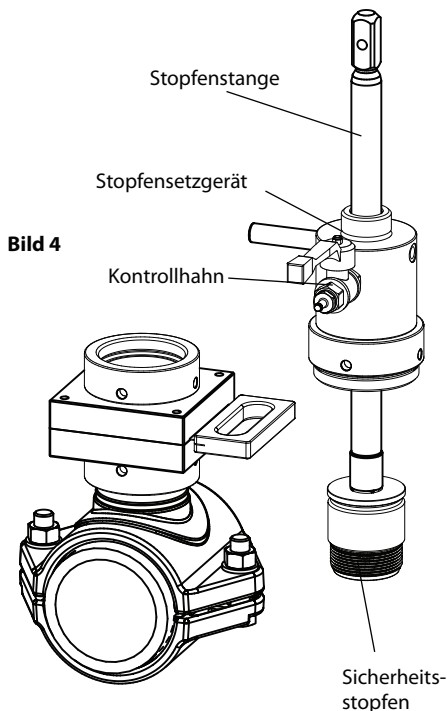
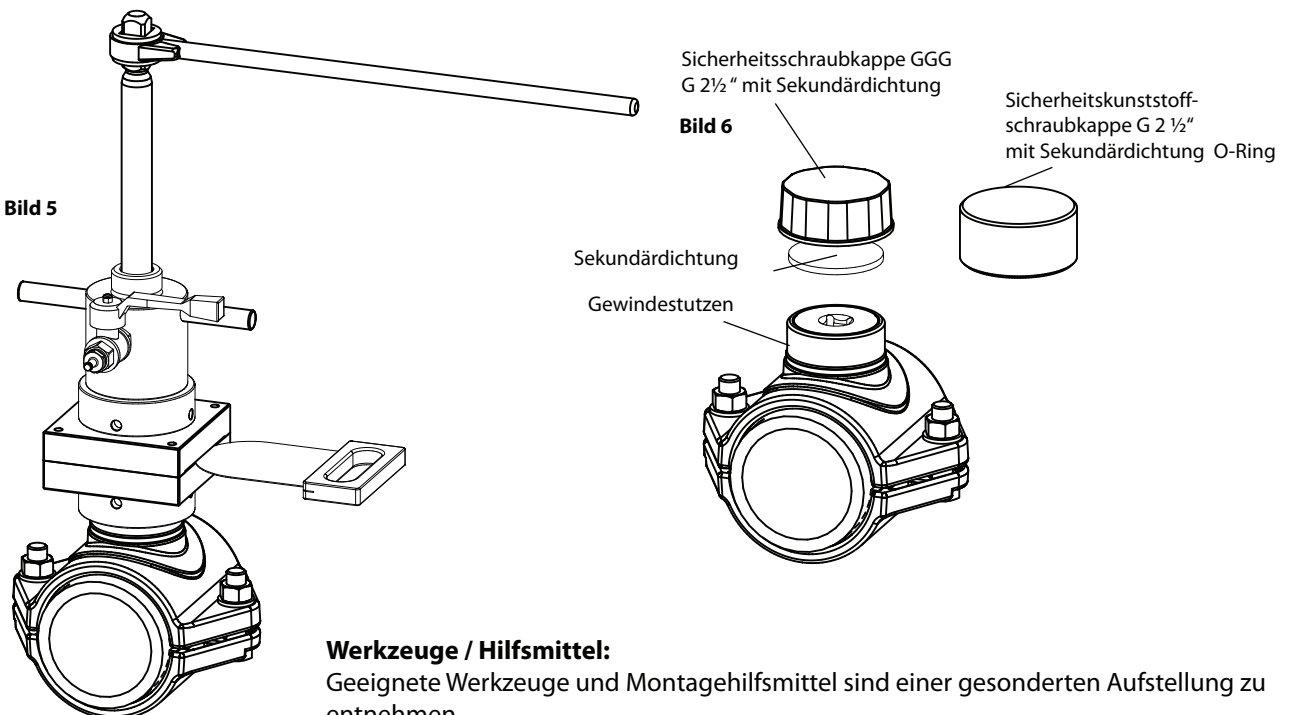

Bild 4
Bild 5
3. Die Schleuse ist zu schließen und über den Prüfanschluß des Versatzstücks auf Dichtheit zu prüfen. Danach kann das Anbohrgerät gegen ein Blasensetzgerät ersetzt und nach Anleitung des jeweiligen Herstellers verfahren werden. Im Anschluß daran ist das Blasensetzgerät nach Schließen der Schleuse und Dichtheitsprüfung gegen das Stopfensetzgerät auszutauschen (**Bild 4**). Der Blasensetzer ist bei den Arbeiten gegen ein radiales oder vertikales Verschieben zu sichern.
4. Der Sicherheitsstopfen ist auf die Stopfenstange aufzustecken (**Bild 4**) und in die obere Position des Stopfensetzgeräts zu verfahren. Das Stopfensetzgerät ist auf die Schleuse zu montieren, der Kontrollhahn zu schließen und die Schleuse zu öffnen. Der Stopfen ist über die Verschiebung der Stopfenstange in die Einschraubposition zu verfahren und mit kontrollierter Handhabung einzuschrauben. Der gute Eingriff des Gewindes ist dabei besonders zu beachten (**Bild 5**). Mit dem weiteren Eindrehen erfolgt mit dem unteren Gewinde des Stopfens eine Verklammerung in der Bohrung, die zu einer Erhöhung des Montagemoments führt. Der Stopfen ist vollständig, bis zur vorab auf der Stopfenstange markierten Endposition, einzuschrauben. Über den Kontrollhahn ist der dichte Sitz des Stopfens zu kontrollieren.